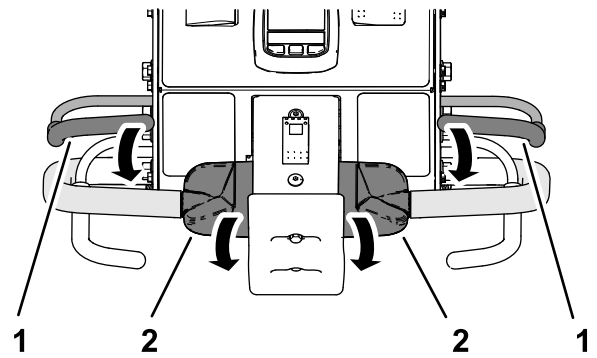

Bild 33
2. Halten Sie einen der beiden Schaltbügel am Lenker fest und drehen Sie den oberen Teil des Fahrtriebhebels nach vorne (Bild 33).